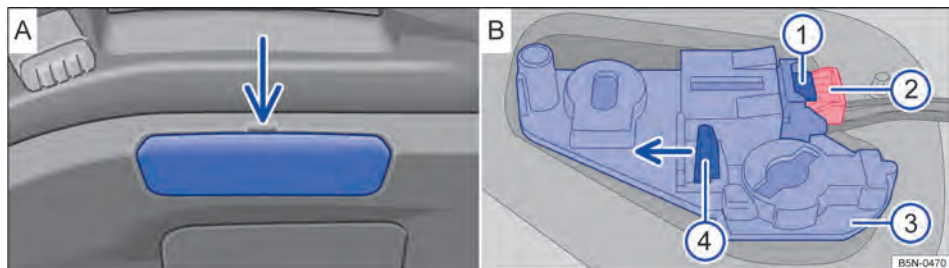
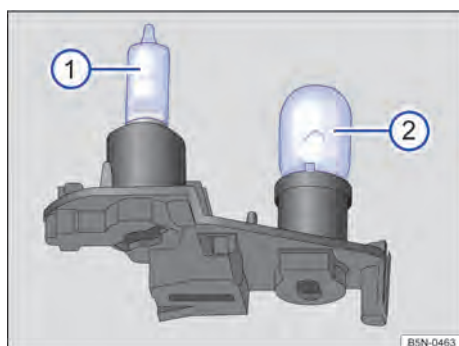

Fig. 246 Na tampa do compartimento de bagagem: **A**) retirar a cobertura e **B**) remover o suporte da lâmpada.
Fig. 247 Suporte das lâmpadas com lâmpada da lanterna de neblina ① e lâmpada da lanterna traseira ②.
3. Com a lâmina da chave de fenda das ferramentas de bordo (⇒ Página 399), levantar cuidadosamente a cobertura pelo entalhe ⇒ Fig. 246 **A**.
4. Retirar a trava de segurança vermelha ② **B**) conforme indicado e retirar o conector elétrico com a alavanca pressionada ① **B**.
5. Pressionar a presilha de travamento ④ **B**) no sentido da seta e retirar o suporte da lâmpada ③ **B**.
6. Substituir a lâmpada da lanterna traseira de neblina defeituosa ⇒ Fig. 247 ① ou a lâmpada da luz traseira ② por uma nova lâmpada incandescente da mesma versão.
8. Encaixar o conector elétrico no suporte da lâmpada até que o conector elétrico engate de forma audível. Pressionar a trava de segurança vermelha ⇒ Fig. 246 ② **B**) para dentro.